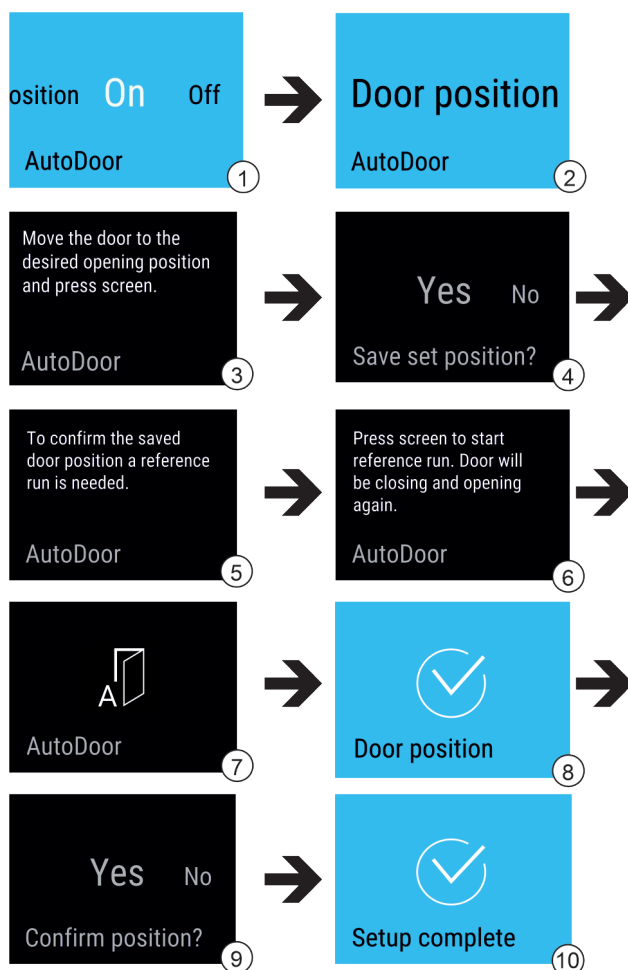

Fig. 18
- ▶ Wybrać funkcję AutoDoor. Fig. 18 (1)
- ▶ Przeciągnąć palcem po wyświetlaczu, aż pojawi się Door position. Fig. 18 (2)
- ▶ Konfiguracja kąta otwarcia drzwi: Otworzyć drzwi co najmniej 70°. Fig. 18 (3)
- ▶ Potwierdzenie kąta otwarcia drzwi: Dotknąć komunikatu na wyświetlaczu. Fig. 18 (4)
- ▶ Uruchamianie przebiegu referencyjnego: Dotknąć ekranu. Fig. 18 (6)
- ▷ Wyświetlacz miga. Fig. 18 (7)
- ▷ Przebieg referencyjny powiódł się: Wyświetlacz zmienia kolor na niebieski przez 2 sekundy. Fig. 18 (8)
- ▶ Potwierdzić kąta otwarcia drzwi. Fig. 18 (9)
- ▷ Wyświetlacz zmienia kolor na niebieski. Fig. 18 (10)